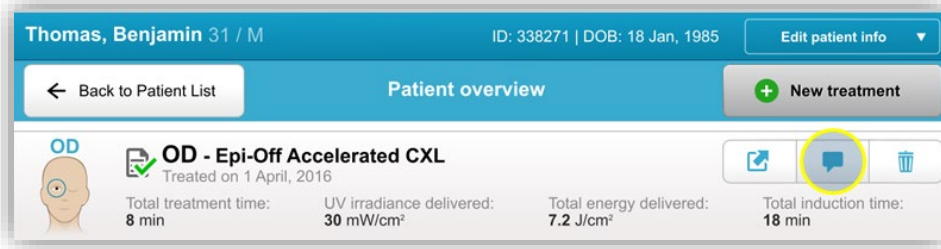

Figure 3-38. Icône Commentaires
- Appuyez sur l'icône de message, comme illustré à la figure 3-38, pour saisir des commentaires sur le traitement du patient.